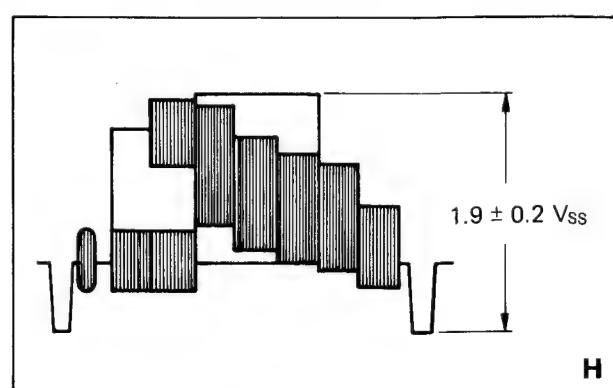

Bild 3-22
2. Tastkopf an TP 6 und mit R 61 $1,9 \text{ V}_{ss}$ einstellen (Bild 3-22).